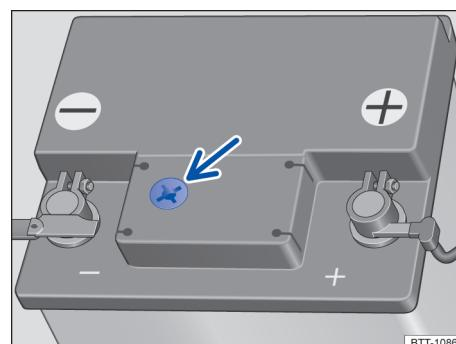

图 134 蓄电池上侧的蓄电池观测孔（取决于车型装备）
- 确保充足的照明，以便能够清楚识别 12 伏车载蓄电池 → 图 134 上侧的圆形蓄电池观测孔中的颜色显示。切勿用明火或闪烁着火星的物品作为照明。